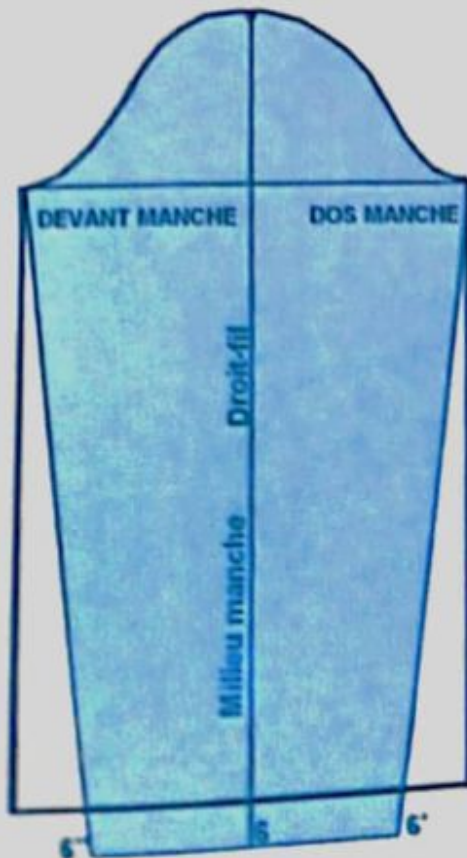

FIG. 1
- Soustrayiez la valeur de la demi-hauteur du poignet de la longueur totale de la manche (fig.1).